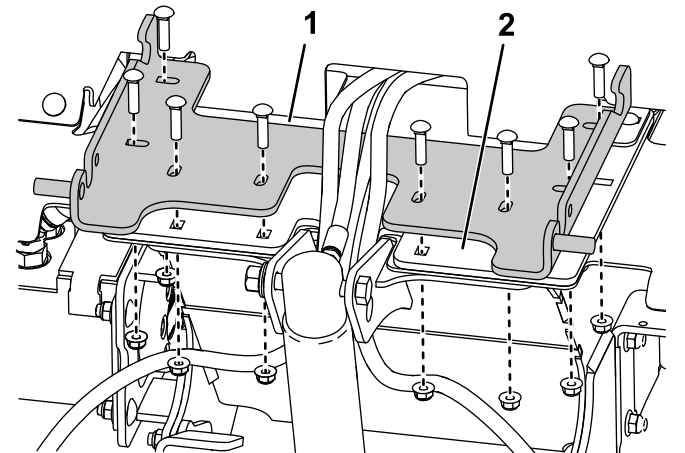

Bild 2
2. Schieben Sie die Befestigungsplatte unter die Hydraulikschläuche und befestigen Sie diese mit den zuvor entfernten Befestigungselementen (Bild 2).